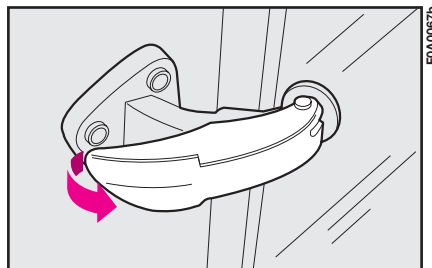

fig. 103
1) Spostare la leva come indicato in fig. 103.